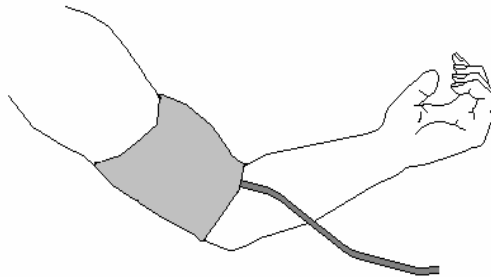

Abbildung 6.17 Darstellung der Manschettenposition
- Glätten Sie zunächst die Manschette und wickeln diese dann bis zur gewünschten Straffheit um den Oberarm; siehe Abbildung 6.17.